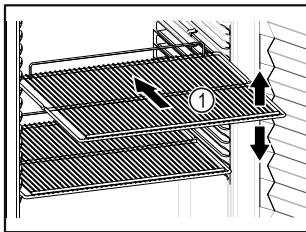

Fig. 58
- Indien de legroosters Fig. 58 (1) verplaatsbaar zijn, deze aan de hoogte aanpassen.